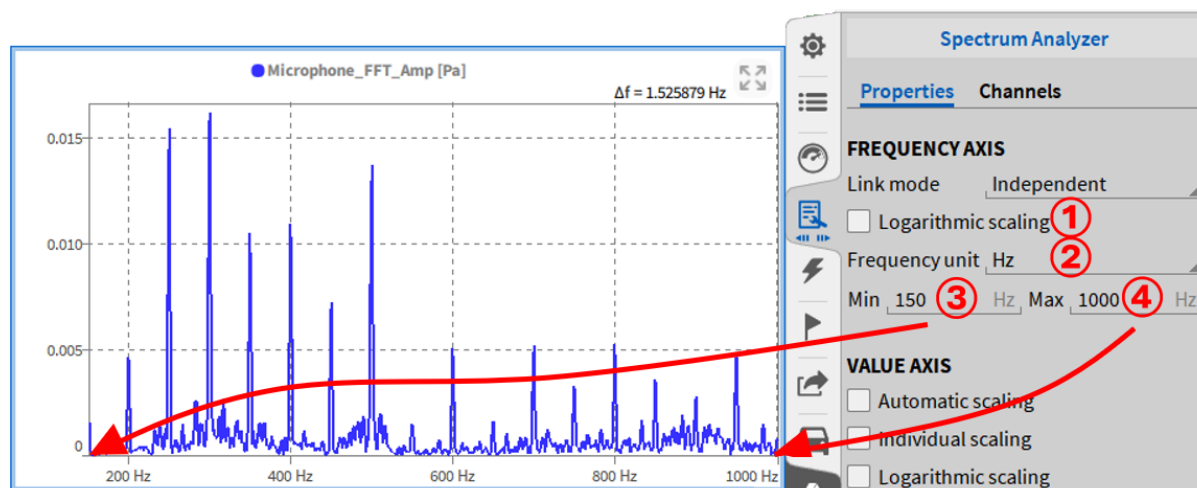

Abb. 8.54: Frequenzachsenbeschriftung
Die Einheit der X-Achse ist standardmäßig Hertz [Hz] (siehe ② in Abb. 8.54). Die Einheit kann in Umdrehungen pro Minute (Cycles Per Minute) [CPM] geändert werden, die als [Hz] * 60 definiert ist. Das Achsenminimum und -maximum kann frei definiert werden (siehe ③ and ④ in Abb. 8.54). Die Skalierung kann optional von linear in logarithmisch geändert werden. (siehe ① in Abb. 8.54).